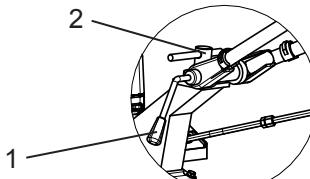

Рис. 9
- Для изменения угла наклона в вертикальной плоскости руля открутите комплект замка верх (рис. 9 поз. 1), установите руль на нужный уровень высоты.
- Для регулировки положения руля в горизонтальной плоскости ослабьте комплект замка низ (рис. 9 поз. 2), установите необходимое положение, затяните обратно.